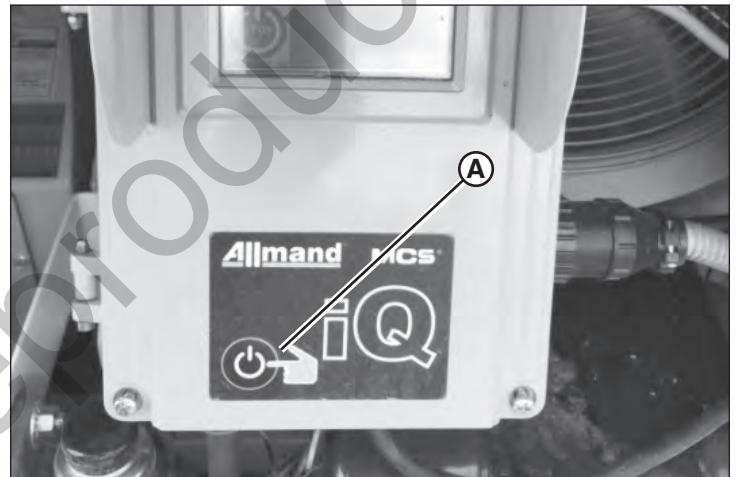

Figure 24
6. Appuyer et tenir DÉMARRAGE / ARRÊT sur le module de commande (A, Figure 24).